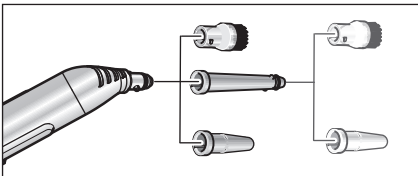

Abb. 6: Aufsätze für Punktstrahl Düse
- Um die Reinigungsleistung beim Arbeiten mit der Punktstrahl Düse (D1) zu erhöhen, können Sie diese mit der der Verlängerung (D2), der Rundbürste (D3) oder der Powerdüse (D4) verwenden (siehe Abb. 6). Führen Sie dazu die beiden Aussparungen des Aufsatz auf die Nasen der Punktstrahl Düse. Drehen sie den Aufsatz im Uhrzeigersinn bis zum Anschlag.